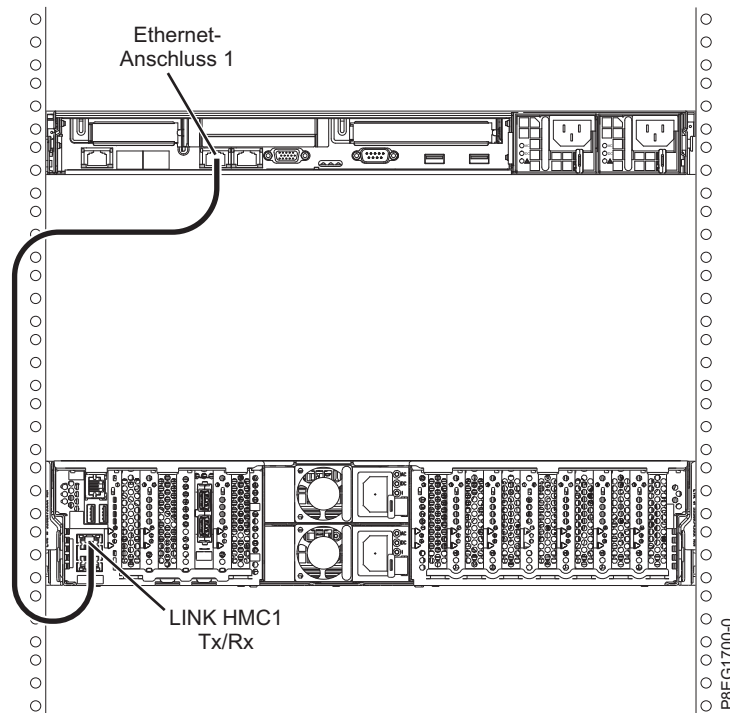

Abbildung 39. HMC an das verwaltete System anschließen
1. Wenn Sie Ihre HMC direkt an das verwaltete System anschließen möchten, schließen Sie den **Ethernet-Anschluss 1** der HMC an den Anschluss **HMC1** des verwalteten Systems an. Siehe Abb. 39.